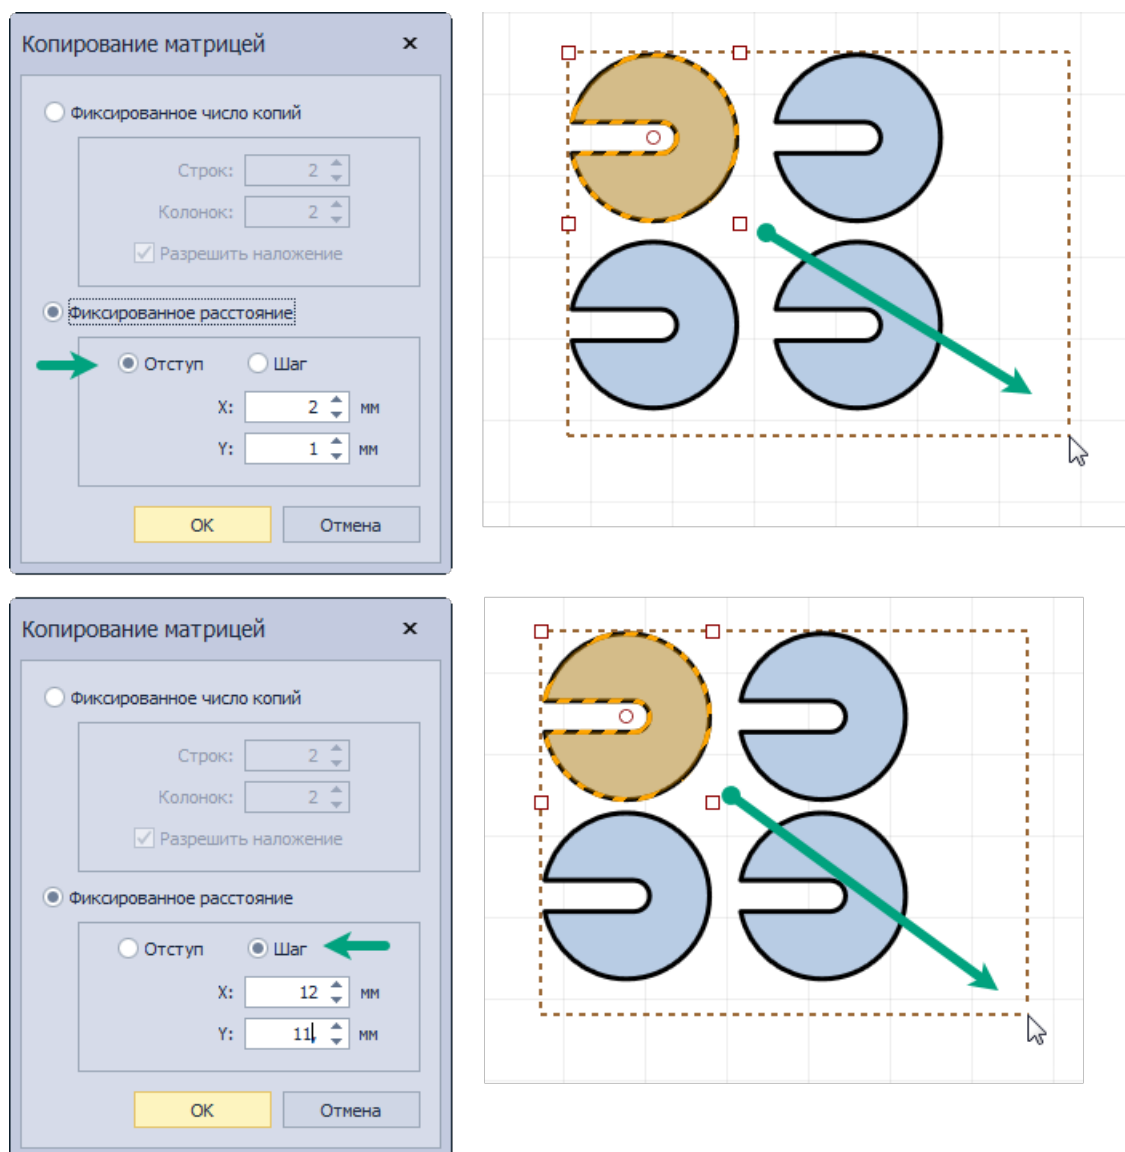

Рис. 449 Фиксированное расстояние. Размещение
- Фиксированное расстояние, см. Рис. 449.